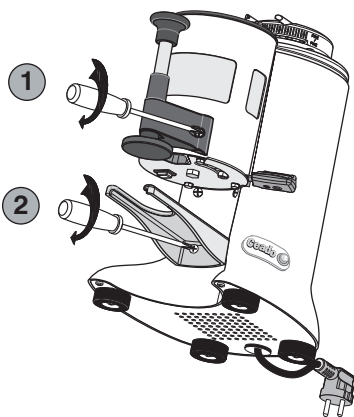

Fig. 15
- 5** Visser et bien serrer les vis aussi bien du tasseur télescopique (1, Fig. 15) que de la nouvelle fourche (2, Fig. 15).